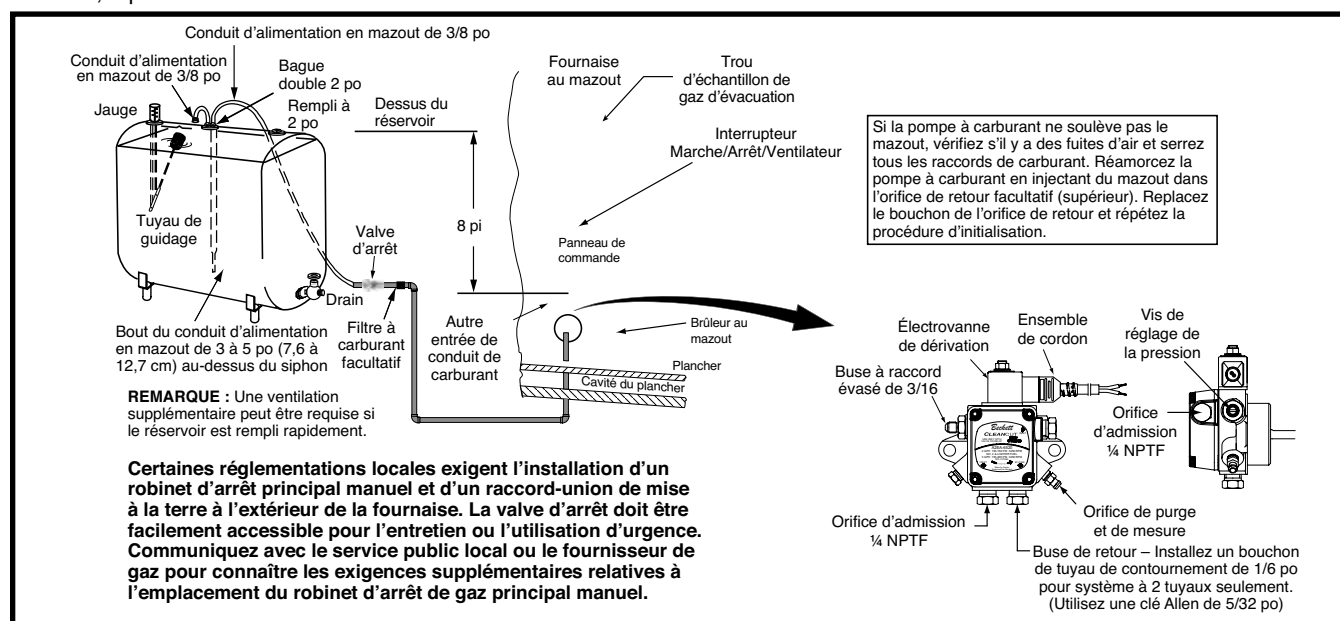

Figure 27. Canalisations de mazout typiques pour l'alimentation au-dessus du sol (conduit simple)
- Un lecteur de carburant ou de réservoir est recommandé pour la vérification rapide du niveau de carburant. Vérifiez le niveau avec une jauge. Voyez la Figure 27.
Le système à un conduit est fortement recommandé lorsque l'élévation verticale, entre le bas du réservoir et la pompe, est inférieure à 2,4 mètres. Voyez la Figure 27. Un branchement à un seul conduit a l'avantage d'être moins coûteux et plus silencieux.
2. Installez une bague double pour deux conduites de 3/8 po dans le raccord supérieur du réservoir. Voyez la Figure 27.